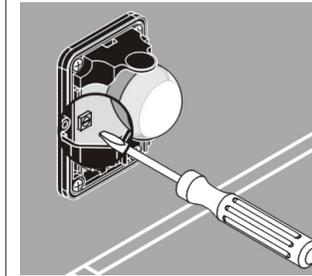
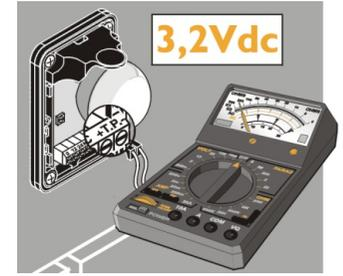
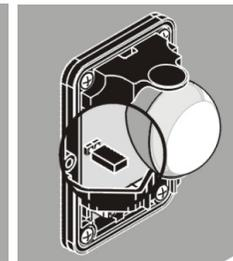

Fig. 10 / Bild. 10
Fig. 11 / Bild. 11
Fig. 13 / Bild. 13
Wenn der Abstand zwischen dem Sender und dem Empfänger unter 5 Metern liegt, die Brücke entfernen (Bild. 13 ). Die Empfindlichkeit am Potentiometer P1 einstellen ( Bild. 10 ).
Bei der optimalen Einstellung beträgt die Spannung zwischen den klemmen T un P **3,2 Vdc** ( mit einem Voltmeter zu messen - Bild. 11 ).
- 9 - Dopo aver eseguito le regolazioni ( Fig. 10) fissare il coperchio per mezzo delle 2 viti in dotazione.
Se la distanza tra il trasmettitore ed il ricevitore è inferiore a 5 metri, togliere il ponticello sul trasmettitore ( Fig. 13 ). Regolare la sensibilità azionando il potenziometro sul ricevitore ( Fig. 10). La regolazione ottimale si ottiene quando viene rilevata una tensione di **3,2 Vdc** tra i morsetti T e P ( tensione misurata con un voltmetro - Fig. 11 ).